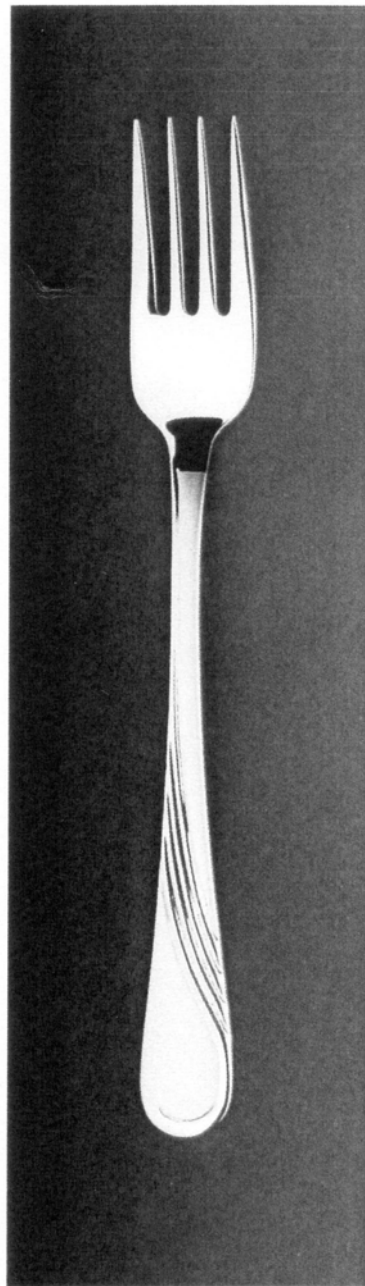

Fig. 1.10
- Fig. 1.10. przedstawia widok widelca obiadowego